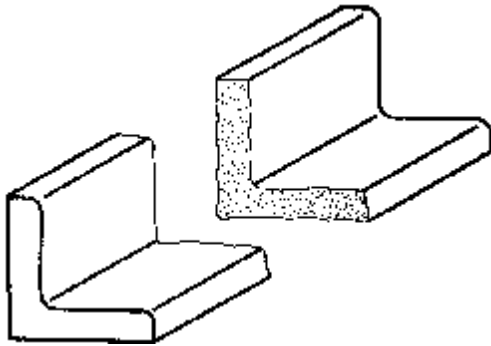

图 13
2.5 表示零件中间折断或局部断裂时，断裂处的边界线应画波浪线，并在可见断裂面内加画细点以代替剖面线（图 13、14）。